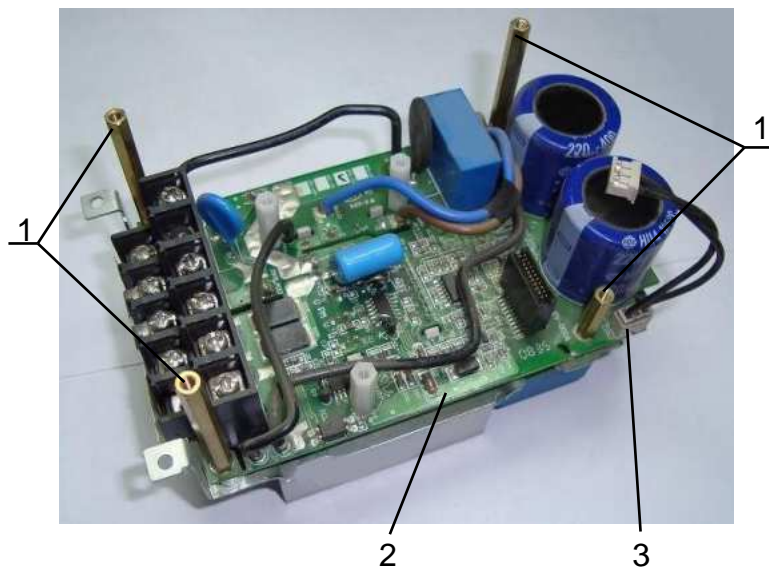

Рис. 6.9
- 6.7.1. Выкрутить четыре стойки 1 (рис. 6.9). Положить стойки в тару.
6.7.2. Отсоединить розетку 3 от разъема на плате 2 (рис. 6.9). Положить кабель питания в тару.